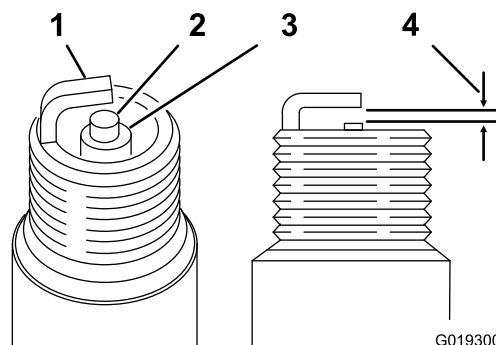

Figura 31
3. Ajuste la distancia entre electrodos a 0,70–0,80 mm (Figura 31)
Distancia entre electrodos: 0,70 a 0,80 mm; consulte Figura 31